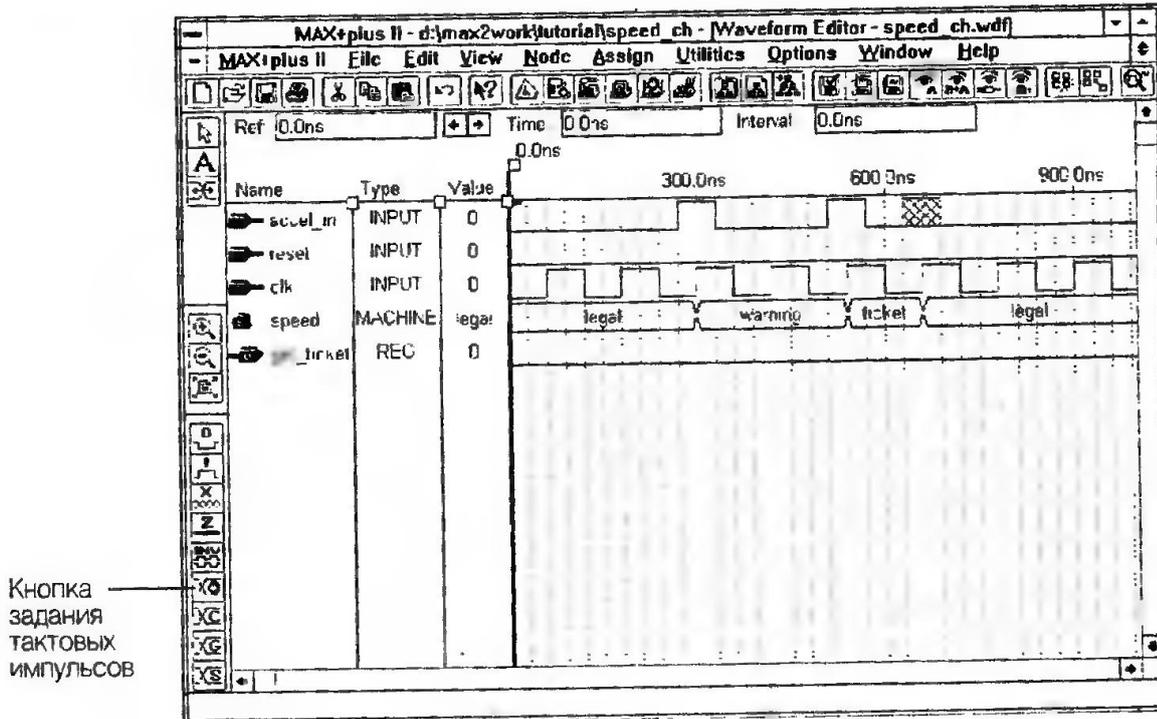

Рис. 2.27
Появится временная диаграмма цепи `clk`, показанная на рис. 2.27.
- ✓ Выберите кнопку задания тактовых импульсов на инструментальной панели, как показано на рис. 2.27.